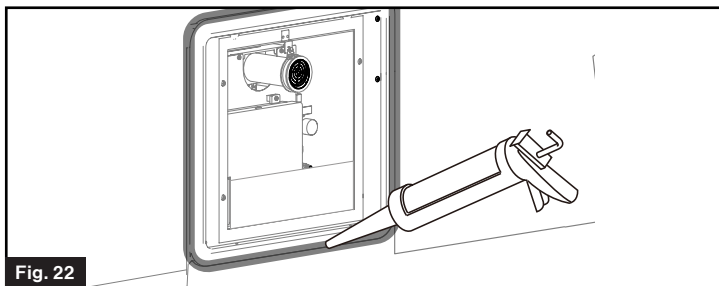

Fig. 22
- Fixez le cadre de la porte au cadre de la paroi latérale à l'aide de 12 vis à tête cylindrique #8 (min. 1 po) (non fournies) dans chaque trou du périmètre. Vérifiez si le joint est étanche entre la paroi latérale et la bride. (Fig. 22)
- Appliquez une quantité généreuse de scellant autour du cadre de la porte pour combler tout espace sur le mur du VR. (Fig. 22) Essuyez tout excès du scellant.